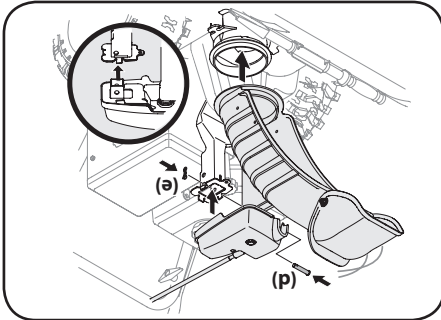

Figure 2-24
- Positionnez la goulotte sur sa base, la tige de commande de la goulotte placée sous le panneau de bord. Maintenez la commande de la goulotte sur son support avec la goupille fendue et la goupille papillon retirées au paragraphe 1. Voir la Figure 2-24.